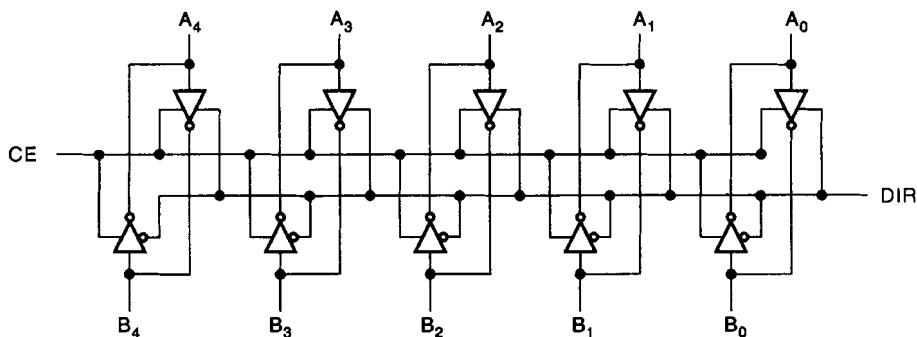

FIGURA 6-36 Conversión bidireccional
El 100255 es un convertidor bidireccional de 4 bits. Puede hacer la conversión ya sea de TTL a ECL o de ECL a TTL. La figura 6-36 muestra el diagrama lógico de un 100255. Las entradas B_0 a B_4 son compatibles con TTL, mientras que las entradas de habilitación de circuito (CE), control de dirección (DIR) y A_0 hasta A_4 son compatibles con ECL 100K. Para hacer la conversión de ECL a TTL o viceversa, CE debe estar en el nivel ALTO. Cuando CE se encuentra en el nivel BAJO, todas las compuertas entran en un estado de alta impedancia. La terminal DIR controla la dirección de la transferencia.